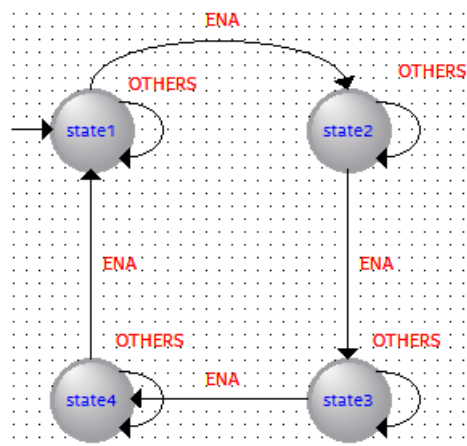

Рис. 22 Отредактированная схема созданного конечного автомата
4.10. При желании схему можно отредактировать. Для этого надо выбрать инструмент  и выполнить, путем выделения элементов схемы, перестановку надписей, символов состояний и линий связи в желаемый вид (рис. 22).